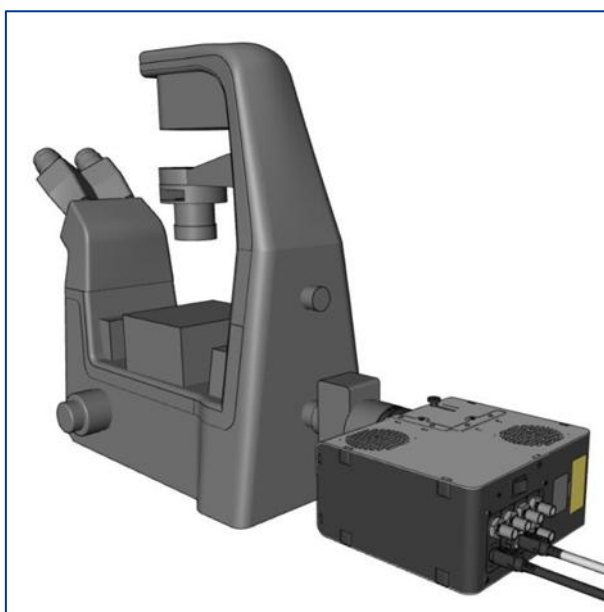

Figura 11 : Figura 11 - Um pE-400^{max} montado num microscópio numa orientação horizontal
- A fonte de luz pode ser orientada horizontal ou verticalmente para se adaptar ao microscópio, desde que as aberturas de ventilação não estejam obstruídas (Figura 11).